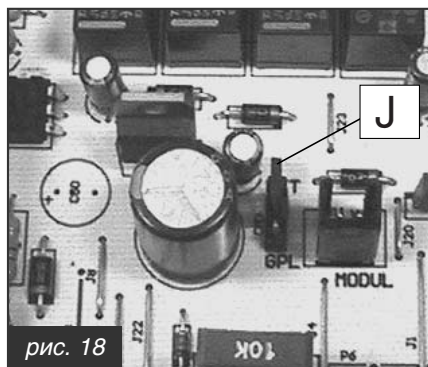

рис. 18
- на электронной плате установить перемычку **J MET–GPL** в положение **GPL** (см. рис. 18).
- на электронной плате установить перемычку **J MET–GPL** в положение **MET** (см. рис. 18).